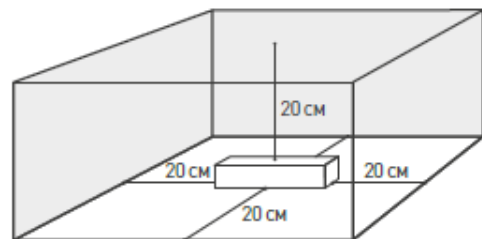

Рисунок 4 – Свободное пространство вокруг источника питания
2. Для естественной вентиляции обеспечьте расстояние до окружающих поверхностей не менее 20 см свободного пространства вокруг источника питания, как изображено на рисунок 4. При невозможности обеспечения свободного пространства используйте принудительную вентиляцию, не допускающую перегрев корпуса (определяется индивидуально исходя из места размещения источника питания).